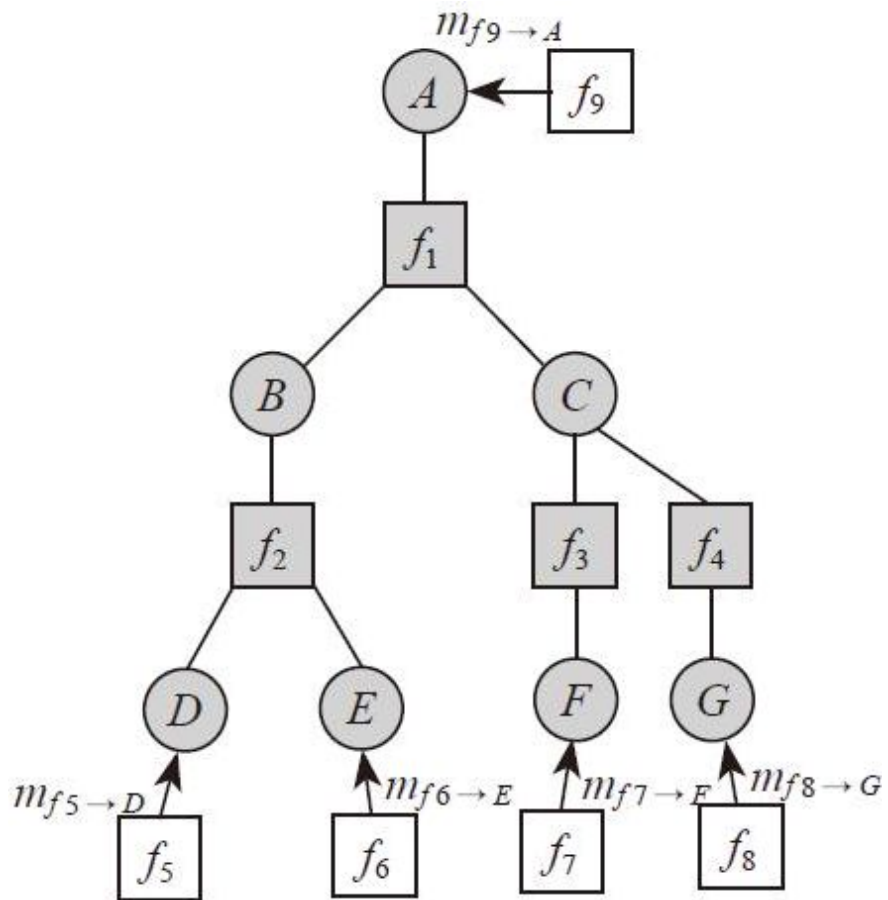

图9-18 消息传播第一步
①从各个叶子节点往根节点传播消息。如图9-18所示，五个 m 都是从信道得来。比如 $m_{f9 \rightarrow A} = f_9(A) = P(A|Y_A=y_A)$